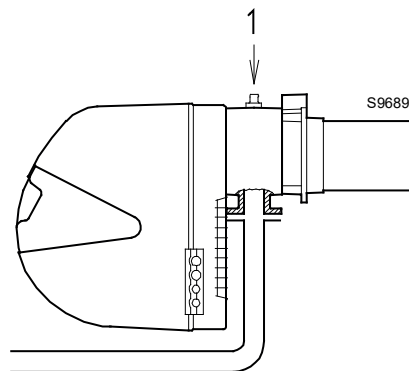

Abb. 17
Gasdruck, an der Entnahmestelle 1)(Abb. 17) gemessen mit:
Strömungsverlust Gasdrossel 2)(Abb. 17) bei maximaler Öffnung: 90°.
Lastverlust Gasstrecke 3)(Abb. 17) einschließlich: Regelventil VR, Sicherheitsventil VS (beide bei maximaler Öffnung), Druckregler R, Filter F.
- vom Gasdruck am Anschluss 1)(Abb. 17) den Druck in der Brennkammer abziehen.
Um stattdessen den an der Entnahmestelle 1) notwendigen Gasdruck zu ermitteln (Abb. 17), nachdem die höchste Modulationsleistung festgelegt wurde, bei der Brenner arbeiten soll:
- Lesen Sie rechts, in Spalte 1, den Druck an der Entnahmestelle 1)(Abb. 17) ab.
An der Entnahmestelle 1)(Abb. 17) erforderlicher Druck.